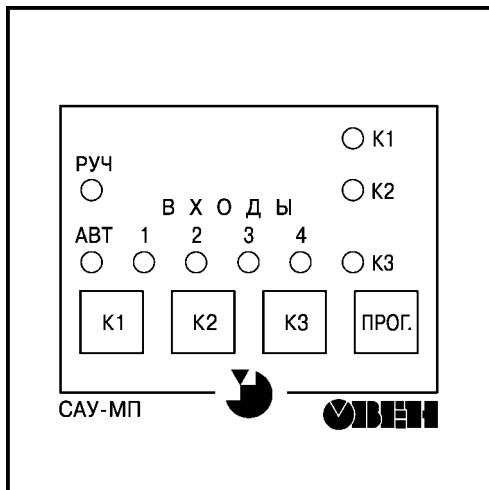

Рисунок 3.11
3.2.4.1 На лицевой панели прибора (рисунок 3.11) имеются светодиодные индикаторы: